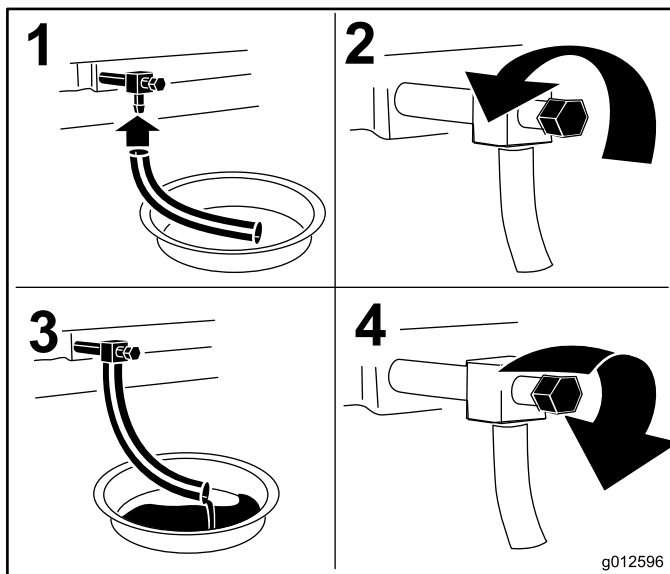

Figure 43
3. Avant de quitter la position de conduite, coupez le moteur, enlevez la clé de contact et attendez l'arrêt de toutes les pièces mobiles (Figure 43).